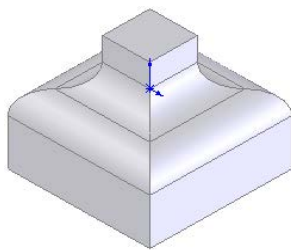
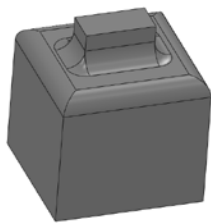

图 3-90 圆角的图形
图 3-92 圆形角图形
- 3) 确认圆角特征。单击“圆角”属性管理器中的“确定”按钮，圆角的图形如图 3-90 所示。
- 6) 确认圆角特征。单击“圆角”属性管理器中的“确定”按钮，圆形角图形如图 3-92 所示。
- 7) 对比图 3-90 和图 3-92 可以看出，同样的圆角命令操作，由于图 3-92 采用了“圆形角”圆角方式，所以避免了尖锐点的出现，采用了平滑过渡方式。